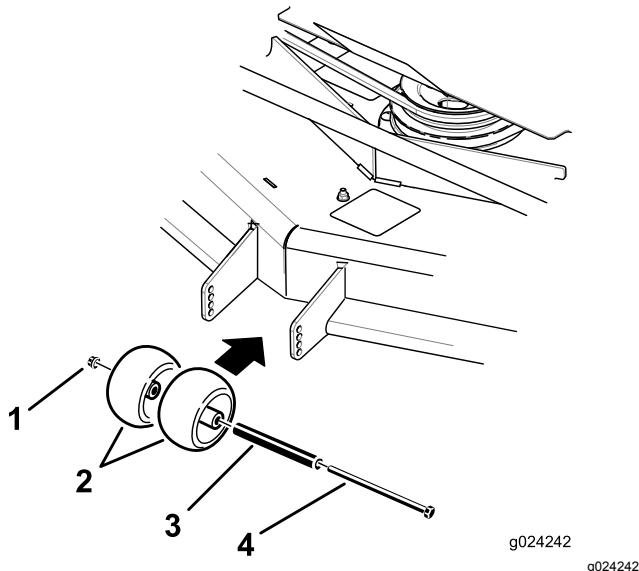
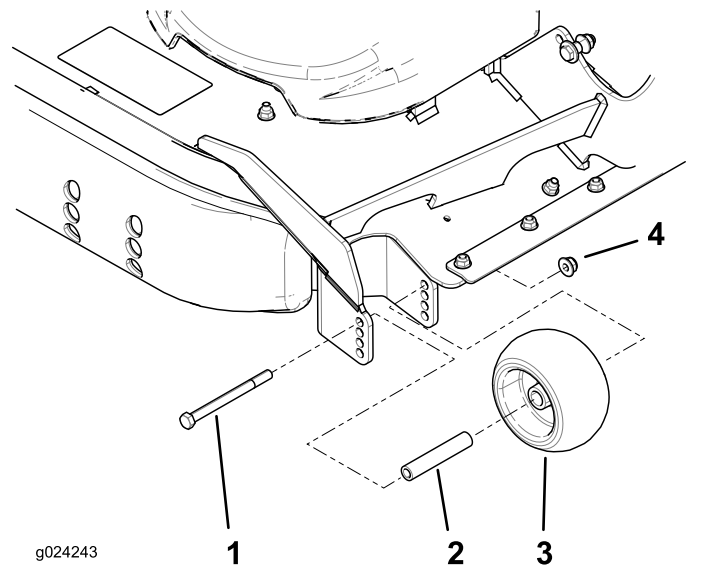

Figura 34
Figura 35
3. Remova os rolos antitanos como se mostra na Figura 34 e na Figura 35.